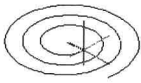

图 8-2-21
(3) 命令行提示“指定底面半径或 [直径 (D)] <1.0000>”，移动十字光标，拖出一个圆，单击鼠标，即可确定底圆的半径，单击的位置就是螺旋线的起始位置。用户也可以直接输入半径值。
(4) 命令行提示“指定顶面半径或 [直径 (D)] <25.9183>”，移动十字光标，视图会显示出二维的螺旋线，如图 8-2-21 所示。单击鼠标，即可确定顶面半径的尺寸，用户也可以直接输入半径值。